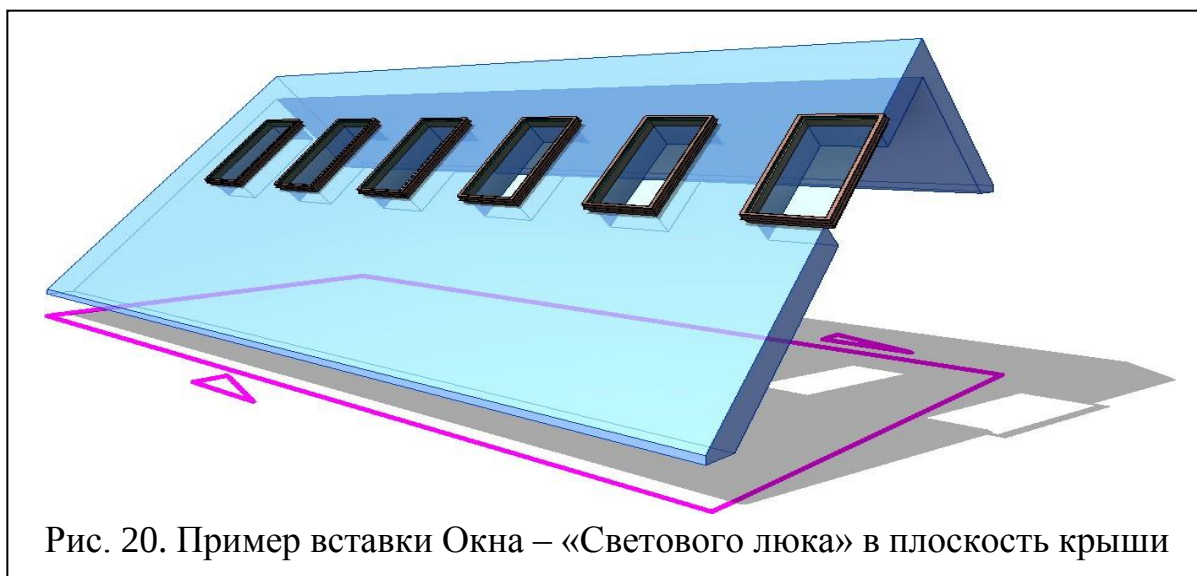

Рис. 20. Пример вставки Окона – «Светового люка» в плоскость крыши
-  Для выравнивания/привязки «Светового люка» на плоскости ската можно заранее нанести разметку из «Линий модели». Для размещения окон на одном уровне рекомендуется использовать команды редактирования – «Копировать» и «Массив» (рис. 20).